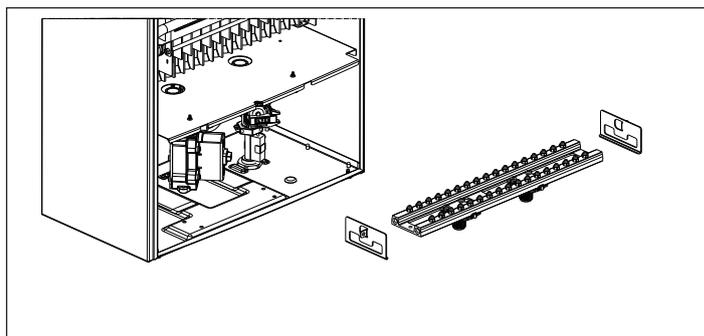

Fig. 15 - Smontaggio componenti
- Svitare le viti laterali di fissaggio del collettore, rimuovere le staffette laterali ed estrarre il collettore del gas (fig. 15)